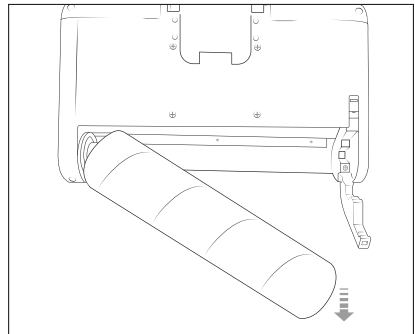

Abb. 13
- 3) Nehmen Sie die Walzenbürste **12** aus dem Wischkopf **7** (siehe Abb. 13).